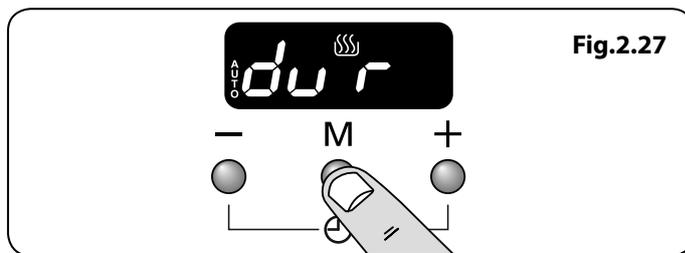

Fig.2.27
- Appuyer sur le bouton mode [M] jusqu'à ce que l'écran clignote (dur) (**Fig.2.27**). Puis sélectionner la « cuisson » à l'aide des boutons [+] ou [-].